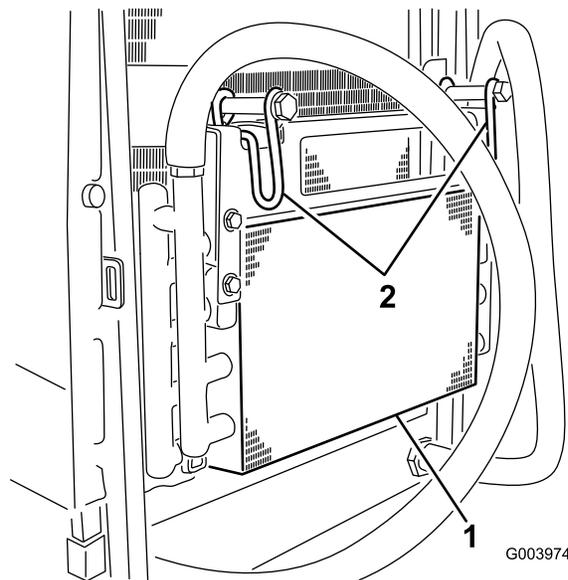

図 71
5. オイル・クーラのラッチを内側に倒してオイル・クーラを外す（図 71）